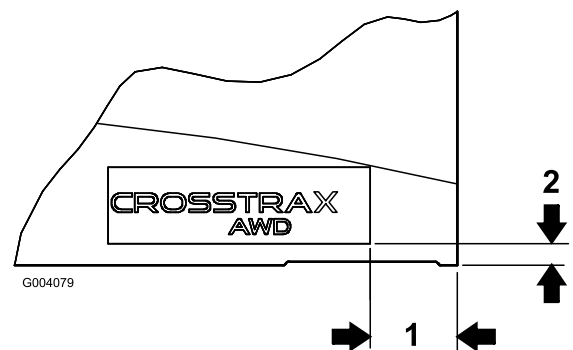

図 13
- 図 13 に示す寸法で、フードの左右の後部下のコーナー部分に CROSSTRAX のステッカーを張り付ける。